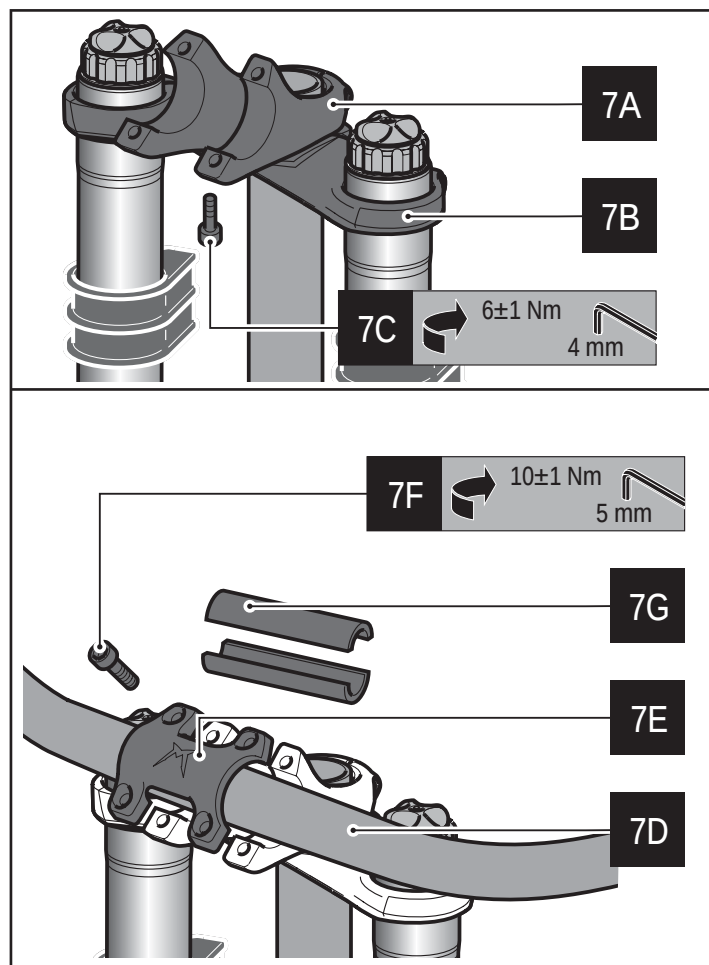

Abbildung 7 - Montage Lenkerbefestigung
- Das untere Montagesegment der Lenkerbefestigung auf der oberen Gabelbrücke montieren (siehe 7A und 7B in Abb. 7).
- Das untere Montagesegment der Lenkerbefestigung an der oberen Gabelbrücke festmachen, die Schraube mit einem 4mm-Inbusschlüssel mit dem vorgesehenen Moment (6 ± 1 Nm) anziehen (siehe 7C in Abb. 7).
- Den Lenker montieren und im unteren Montagesegment der Lenkerbefestigung zentrieren (siehe 7D in Abb. 7).
- Das obere Montagesegment der Lenkerbefestigung über dem Lenker montieren (siehe 7E in Abb. 7).
- Den Lenker festmachen, dazu die Schrauben mit einem 4mm-Inbusschlüssel mit dem vorgesehenen Moment (6 ± 1 Nm) anziehen (siehe 7F in Abb. 7).
Für die Montage von Lenkern mit anderem Durchmesser sind Adapteradapter lieferbar, die um den Lenker anzubringen sind (zwischen dem Lenker und den einzelnen Segmenten der Lenkerbefestigung) und ihn in Position halten (siehe 7G in Abb. 7).